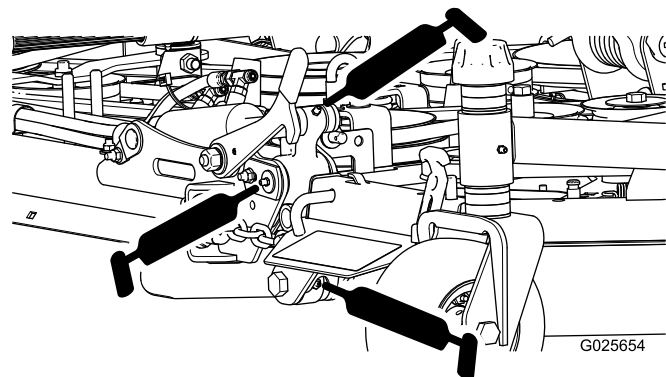

Figure 16
- Charnières de plateaux latéraux (10) (Figure 16)